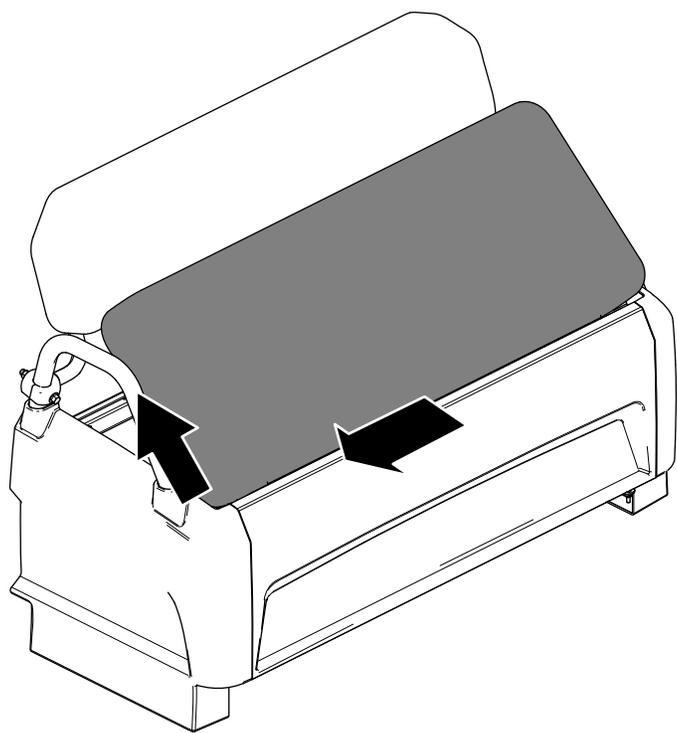

Figure 32
2. Faites glisser le coussin sur le côté pour le dégager des goupilles, puis soulevez-le (Figure 32).